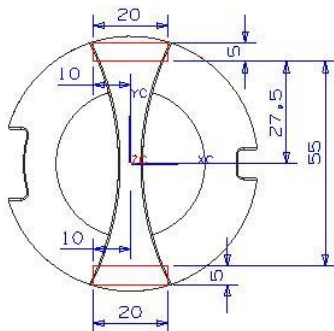

图5-96
24. 在【成形特征】工具条中单击【草图】按钮，弹出【基准平面】悬浮工具条。以默认平面作为草绘平面，然后单击【确定】按钮进入二维草图界面，绘制图 5-96 所示的草图轮廓。